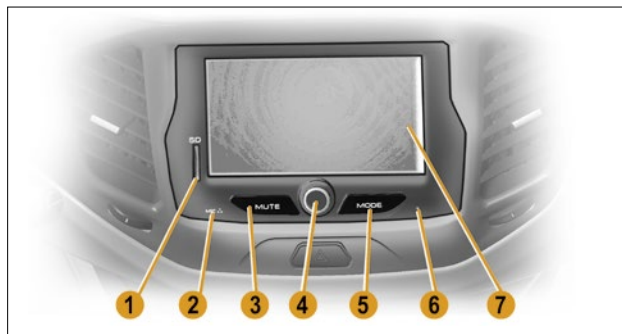

Рис. 7. Внешний вид ММС с навигационной системой
2.1.1 Включение ММС с навигационной системой осуществляется кратковременным нажатием (1-2 сек.) на ручку энкодера **4** (рис. 7).
2.1.3 Для выключения ММС с навигационной системой кратковременно нажмите ручку энкодера **4** (рис. 7).
2.1.4 Для перезагрузки ММС с навигационной системой тупым тонким стержнем нажмите и удерживайте в течение 2–3 сек. кнопку **Reset 6** (рис. 7). После перезагрузки ММС с навигационной системой переходит в режим «Радио» с прослушиванием первой сохраненной радиостанции.
Для выключения звука нажмите кнопку **MUTE** (кнопка **3**, рис. 7). Для включения звука нажмите кнопку повторно.
Кнопка **MODE** (кнопка **5**, рис. 7) служит для переключения режимов работы MMC без навигационной системы, при этом будут отображаться только активные режимы. Например, если вставлена SD-карта и на ней есть только видеозаписи, то, используя кнопку **MODE**, можно попасть в окно «**Видео**», но нельзя попасть в окно «**Аудио**» и «**Фотографии**».
Регулировка громкости осуществляется вращением ручки энкодера **4** (рис. 7) вправо или влево.